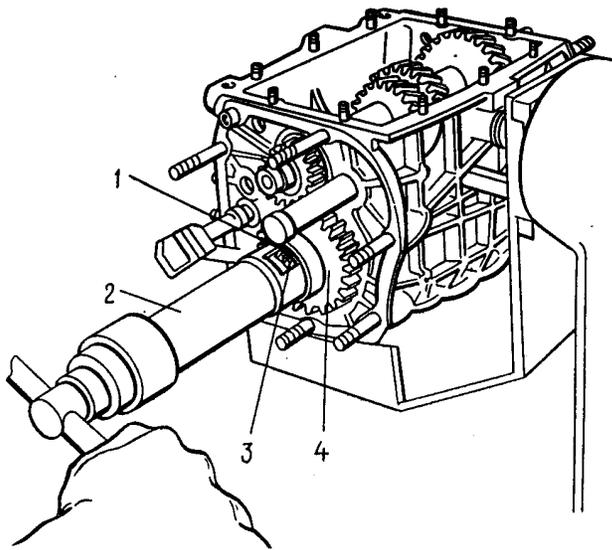

Fig. 3-30. Instalación del anillo de retención del piñón de la marcha de retroceso en el árbol secundario:
- para instalar el anillo de retención del piñón de la marcha de retroceso se utiliza el mandril 41.7816.4069. como se muestra en la fig.3-30, y al instalar los cojinetes y retenes de los árboles habrá que valerse de los mandriles 72 41.7853.4028, 41.7853.4032, 41.7853.4039.